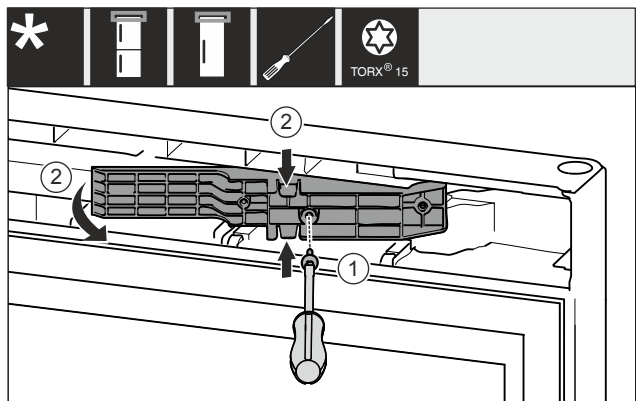

Fig. 12*
- ▶ Atsuktuvu T15 atlaisvinkite varžtus. Fig. 12 (1)*
- ▶ Ištraukite adapterį. Fig. 12 (2)*